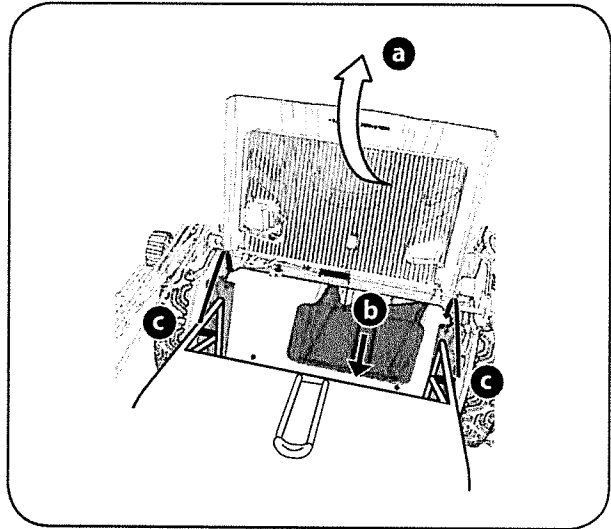
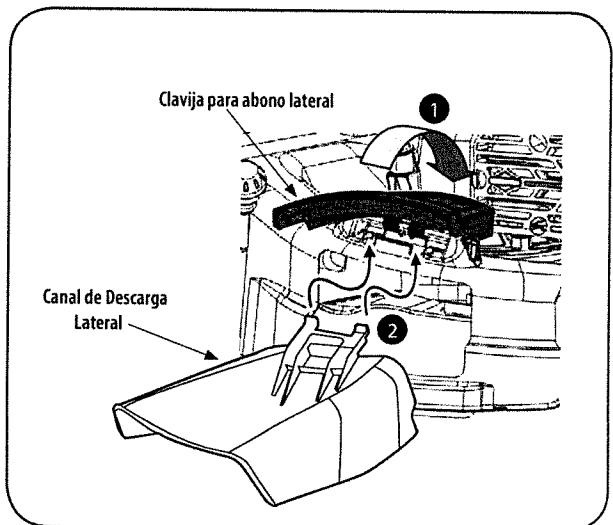

Figura 5
Figura 7
Para acoplar el colector de césped (Figura 5):
Su podadora ha sido enviada como abonadora. Si hace la conversión a descarga trasero, asegúrese de que el colector de césped esté fuera de la unidad. Retire el adaptador de mantillo y baje la puerta de descarga posterior (Figura 5 and Figura 7).
1. En el costado de la podadora, levante el adaptador para abono. Vea Figura 7.